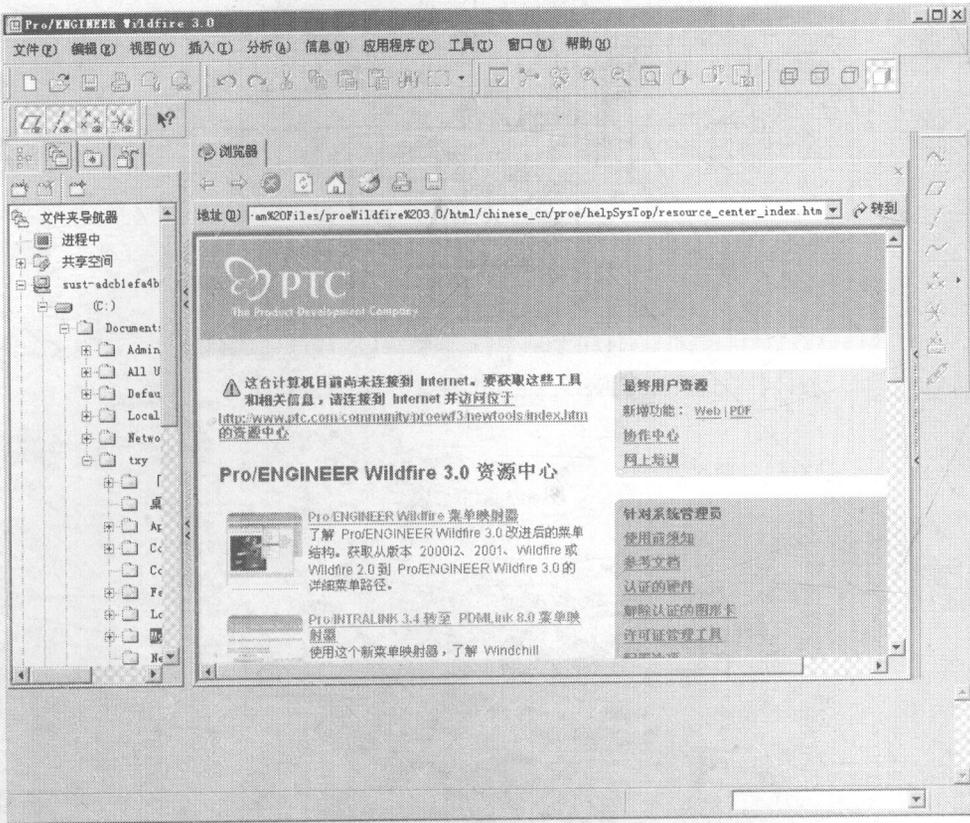

图 1-5 Pro/ENGINEER Wildfire 3.0 软件界面
(1) 启动 Pro/ENGINEER Wildfire 3.0，软件界面如图 1-5 所示。